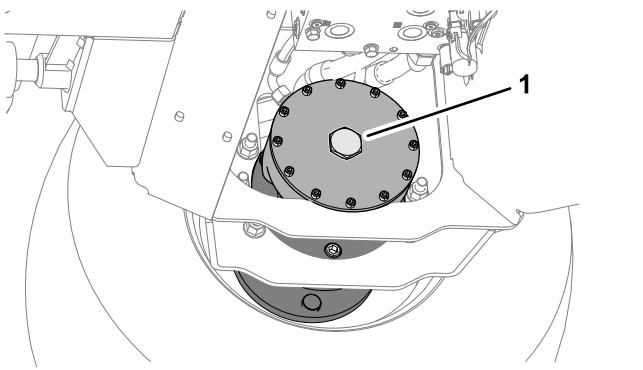

Figura 33
6. Rimuovete il tappo esagonale dal gruppo del freno del motore della ruota anteriore destra (Figura 33).